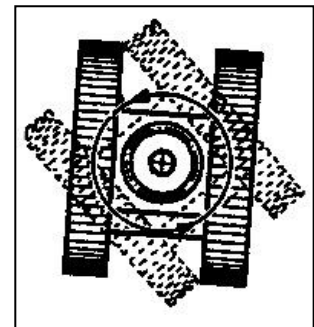

FIG. 4-9
(3) Girar en un punto
a) Giro a la izquierda: Empuje la palanca derecha hacia delante y la palanca izquierda hacia atrás (FIG. 4-9).